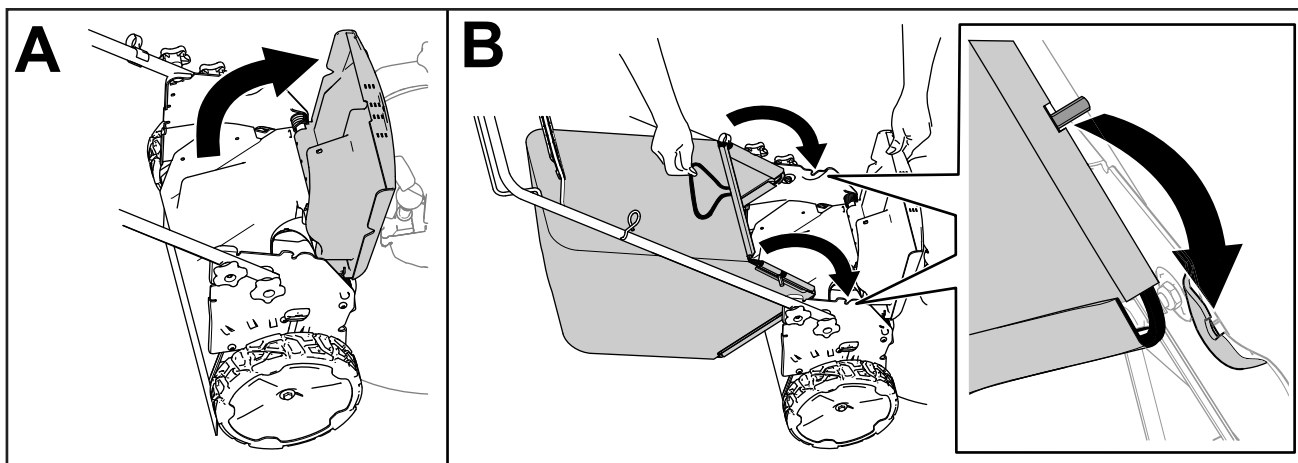

Figura 13
1. Ridicai deflectorul spate (A din Figura 13).
2. Introduceți capetele tijei sacului pentru iarbă în canelurile de pe consolele mânerului (B din Figura 13).